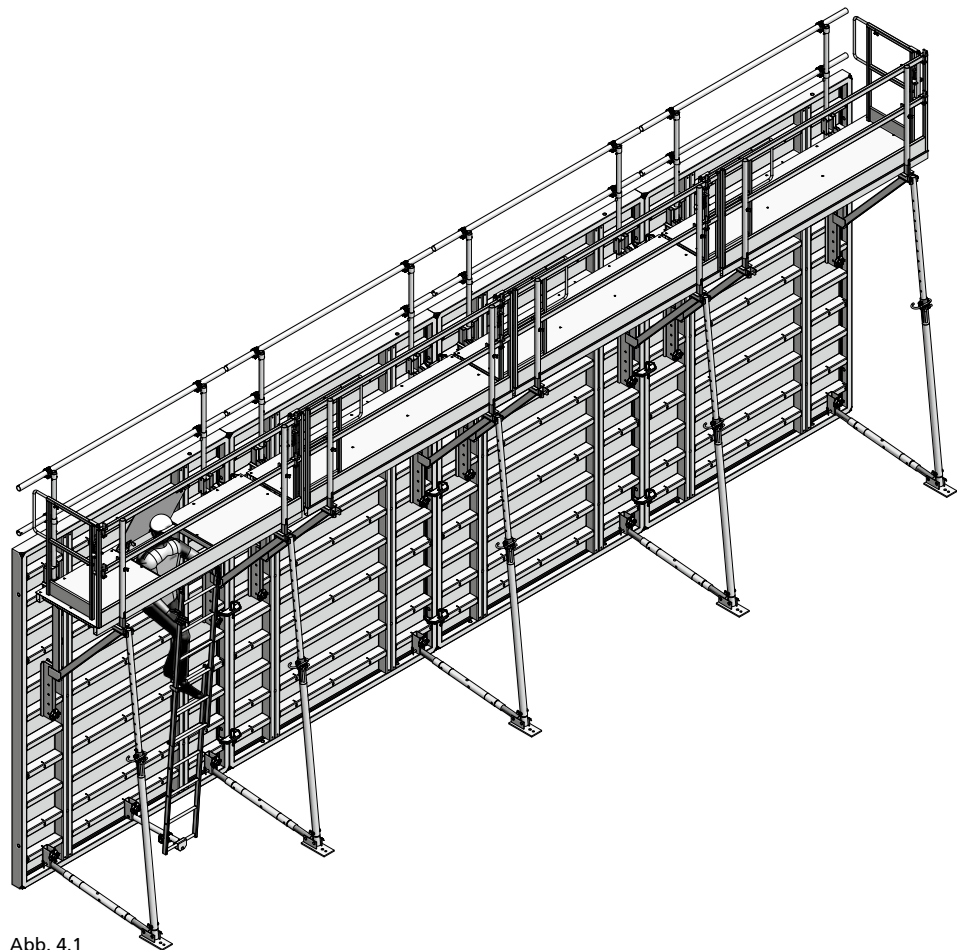

Abb. 4.1
Das Sicherheitssystem SecuritBasic (SB) passt zu den Wandschalungssystemen Mammut 350/ Mammut (Abb. 4.1) und StarTec.